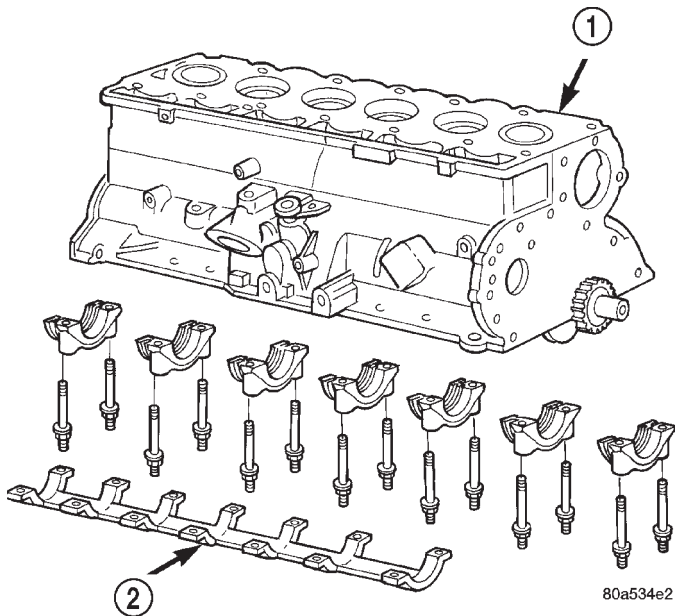

Abb. 63 Hauptlagerdeckel und Strebe.
- (3) Fahrzeug anheben.
- (4) Ölwanne ab- und Ölpumpe ausbauen.
- (5) Haltestrebe/Hauptlagerdeckel ausbauen. (Abb. 63).